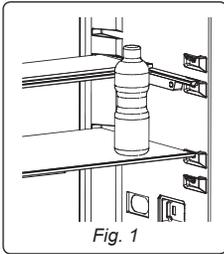

Fig. 1
Mbani fundin e raftit dhe tërhiqni butonat në anën e raftit të derës në drejtim të shigjetës. (Fig.1)
- Për ta mbuluar raftin prej xhami, shtyjeni. (Fig. 1)